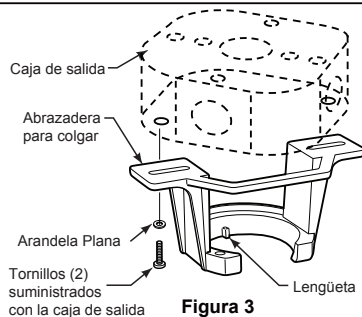

Figura 3
Uso del soporte (Figura 3)
3. Afloje los dos tornillos de fijación del soporte del barral de soporte para techo a través de la varilla. Introduzca los cables de color marrón, azul, rojo, gris y amarillo cables a través de la varilla. (Figura 3)
1. Fije bien la abrazadera para colgar a la caja de salida (no se incluye) con los tornillos y las arandelas provistas con la caja de salida. (Figura 3)
2. Deslice el receptor en el soporte de suspensión antes de realizar el cableado como se muestra en la figura 3.
- ☐ 3. Extraiga uno de los tres tornillos del unidad del carcasa de interruptor y guarde los tornillo para pasos posteriores. Afloje levemente los otros dos tronillos. (Figura 3)
3. Retire la cubierta de la batería del control remoto con un destornillador y conserve el tornillo para luego. (Figura 3)